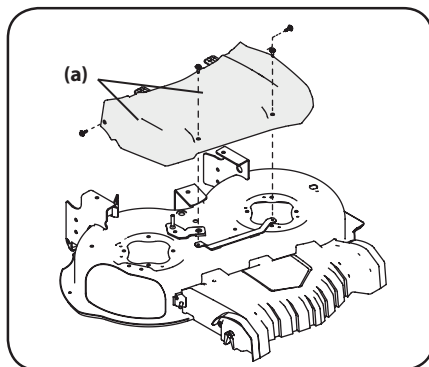

Figure 4-7
NOTE : La courroie d'entraînement n'est pas illustrée à la Figure 4-7.
3. Placez un morceau de bois entre le déflecteur au milieu du plateau de coupe et la lame pour empêcher cette dernière de se déplacer pendant que vous desserrez l'écrou à bride. Voir Figure 4-7.